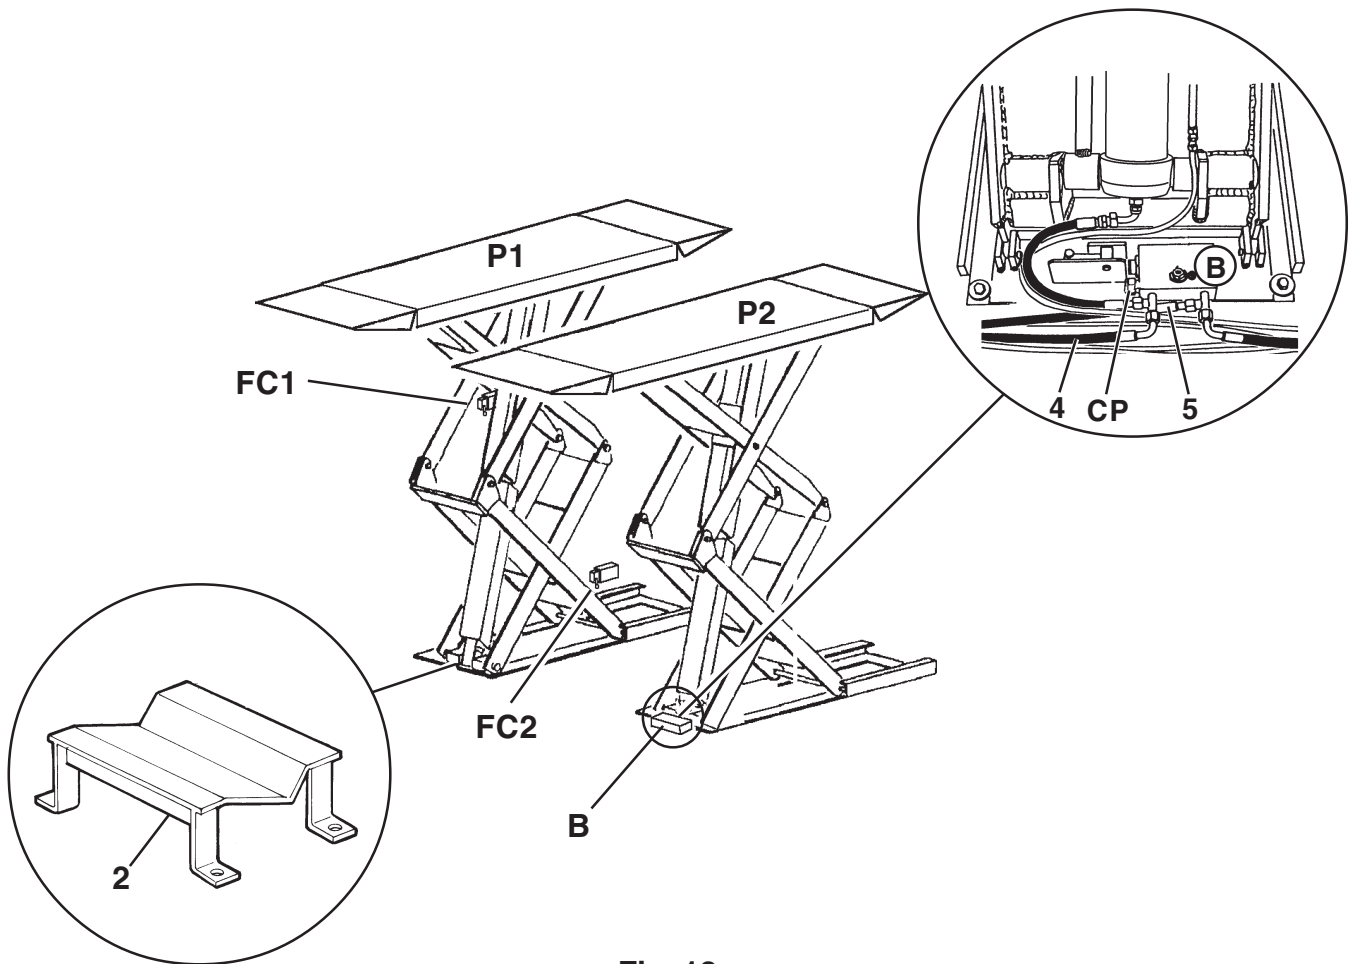

Fig. 13
Premere il pulsante di salita ed alzare le pedane di 50-60 cm (Fig. 13). I cavi del pressostato CP sono contenuti nella centralina idraulica. Collegare il pressostato CP situato in B (Fig. 13). Da sotto la pedana P1 svolgere i cavi del micro FC1 e FC2 e collegarli alla morsettiera del quadro elettrico (Fig. 14). Svolgere da sotto alla pedana P1 il tubo pneumatico F, infilarlo nel tubo di comunicazione fra le due fosse poi ricollegarlo al raccordo B (Fig. 14). A questo punto sollevare la pedana P1, togliere i legni e mettere all'interno dello scavo la pedana stessa posizionandola come si vede in Fig. 9. Rif. Fig. 8. Nella pedana P2 staccare i tubi 4 e 5 chiudendo
Il ponte è dotato di valvola di allineamento automatica posizionata sotto alla pedana P2 ed indicata con B (Fig. 13). La valvola è tarata in fabbrica.
Press the rise button and raise the footboards at 50-60 cm (Fig. 13). The cables of the pressure switch CP are housed in the hydraulic control unit. Connect the pressure switch CP housed in B (Fig. 13). From beneath the footboard P1, unroll the cables of the microswitches FC1 and FC2 and connect them to the terminal board of the electrical panel (Fig. 14). Unroll cable F from beneath the footboard P1, insert it into the tube connecting the two pits, then see section 4.8. Raise the footboard P1, remove the planks and place the footboard itself into the pit, positioning it as shown in Fig. 9. Ref. Fig. 8. On footboard (P2), detach the tubes (4) and (5) and
The lift is equipped with automatic alignment valve located beneath the footboard P2 and marked B (Fig. 13). The valve is factory-calibrated.
Die Hebesteuertaste betätigen und die Fahrschienen 50-60 cm (Abb. 13) hochfahren. Die Kabel des Druckwächters CP sind im Hydraulikaggregat untergebracht. Den in B ausgerichteten Druckwächter CP (Abb. 13) anschliessen. Unter der Fahrschiene P1 die Kabel der Mikroschalter FC1 und FC2 abwickeln und sie an die Klemmleiste im Schaltschrank anschliessen (Abb. 14). Unter der Fahrschiene P1 die pneumatische Leitung F abwickeln, in das Verbindungsrohr zwischen den beiden Gruben einfügen, dann an den Anschluss B (Abb. 14) schliessen. Nun die Fahrschiene P1 anheben, die Holzplatten beseitigen, die Fahrschiene in die Grube herablassen und gemäss Abb. 8A positionieren. Zu Abb. 8. An der Fahrschiene P2 die Leitungen 4 und 5
Die Hebebühne ist mit einem unter der Fahrschiene P2 positionierten automatischen Ausgleichsventil versehen. Dieses Ventil ist mit B (Abb. 13), gekennzeichnet. Es wird im Werk geeicht.
Appuyer sur le bouton de montée et soulever les chemins de roulement de 50-60 cm (Fig. 13). Les câbles du pressostat CP se trouvent dans l'unité hydraulique. Raccorder le pressostat CP situé à l'intérieur de B (Fig. 13). Dérouler les câbles des microrupteurs FC1 et FC2 par le dessous du chemin de roulement P1 et les brancher au bornier du tableau électrique (Fig. 14). Dérouler le tuyau pneumatique F par le dessous du chemin de roulement P1, l'introduire dans le tuyau de communication entre les deux fosses et le raccorder au nouveau au raccord B (Fig. 14). A ce point, soulever le chemin de roulement P1, retirer les morceaux de bois et déposer le chemin de roulement à l'intérieur de la fosse dans la position indiquée à la Fig. 9. Réf. Fig. 8. Dans le chemin de roulement P2 détacher les tuyaux (4) et (5) en fermant immédiatement le circuit hydraulique au
Le pont élévateur est équipé d'une vanne pour l'alignement automatique située sous le chemin de roulement P2 et indiquée par la lettre B (Fig. 13). La vanne est réglée à l'usine.
Apriete el pulsador de subida y alce las plataformas de unos 50-60 cm (Fig. 13). Los cables del presostato CP están situados en la centralita hidráulica. Conecte el presostato CP situado en B (Fig. 13). Actuando por debajo de la plataforma P1 desenrolle los cables de los microinterruptores FC1 y FC2 y conéctelos a la caja de bornes del tablero eléctrico (Fig. 14). Desenrolle, actuando por debajo de la plataforma P1 el tubo neumático F, introdúzcalo en el tubo de comunicación entre las dos acanaladuras, luego conectarlo nuevamente al empalme B (Fig. 14). Ahora levante la plataforma (P1), quite las tablas de madera e introduzca en el interior de la acanaladura la plataforma misma, colocándola como ilustra la Fig. 9.
El puente dispone de válvula de alineado automático colocada debajo de la plataforma P2 e indicada con B (Fig. 13). La válvula se regula en fábrica.
Lors du raccordement des tuyaux, de l'air pourrait s'introduire dans le système, il faut donc opérer comme suit pour rétablir le bon fonctionnement: le robinet **R** (voir Fig. 12) doit être fermé; actionner la montée autant qu'il faut pour mettre le chemin de roulement **P1** en sa position de butée mécanique (la position du chemin de roulement **P2** n'est pas importante). Desserrer la vis **(1)** (Fig. 13) du vérin **P1** pour purger l'air (il peut arriver que **P2** descende), puis resserrer. Supprimer l'alimentation pneumatique de manière à ce que l'arrêt mécanique du vérin **P1** reste enclenché sur la dernière dent (vérin entièrement ouvert) et introduire sous l'arrêt du vérin **P2** l'entretoise **(2 Fig. 12A)** (tuyau rilsan Ø 8x6 30 mm de long) pour permettre au vérin de coulisser. Ouvrir le robinet **R** (Fig. 12) et appuyer sur le
Durante la conexión de los tubos podría entrar un poco de aire y por este motivo, para restablecer el correcto funcionamiento es necesario proceder de la siguiente manera: con el grifo **R** cerrado, ver Fig. 12, presionar el pulsador de elevación hasta el tope mecánico de la plataforma **P1** (no interesa la plataforma **P2**). Destornillar el tornillo **(1)** (Fig. 13) del cilindro **P1** para purgar el aire (puede comprobarse el descenso de **P2**) y luego volver atornillar. Quitar la alimentación neumática de manera que el retén mecánico del cilindro **P1** se quede enganchado en el último diente (cilindro todo abierto) y colocar debajo del retén del cilindro **P2** el distanciador **(2 Fig. 12A)** (tubo de rilsan de Ø 8x6 longitud 30 mm) de manera que el cilindro pueda deslizar. Abrir el grifo **R** (Fig. 12) y presionando el pulsador de descenso